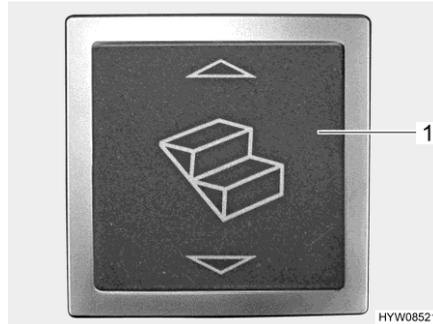

Bild 7 Wippschalter für Eintrittstufe (Eingangsbereich)
*Einfahren oder Ausfahren:* ■ Den Wippschalter (Bild 7,1) im Eingangsbereich drücken.